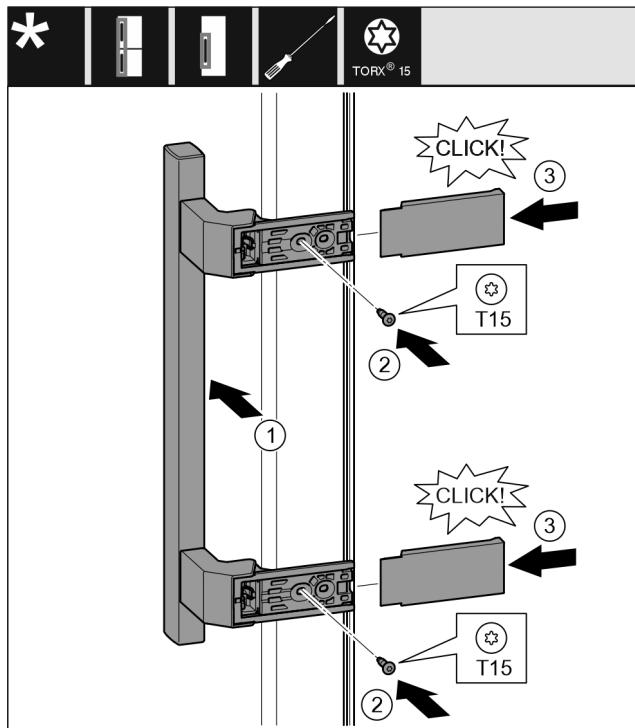

Fig. 18
- Εφαρμόστε τη λαβή στην απέναντι πλευρά. Fig. 18 (1)
- Σφίξτε τις βίδες με κατσαβίδι T15. Fig. 18 (2)
- Εφαρμόστε στο πλάι τα καλύμματα και τοποθετήστε τα. Fig. 18 (3)